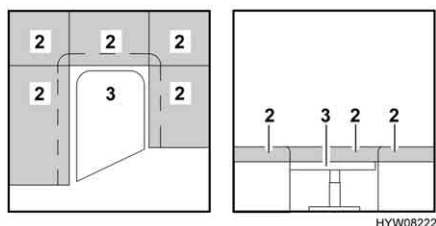

Fig. 64 Durante la trasformazione
- Trasformare il tavolo (Fig. 64,3) in struttura di supporto letto (vedi paragrafo 6.9).